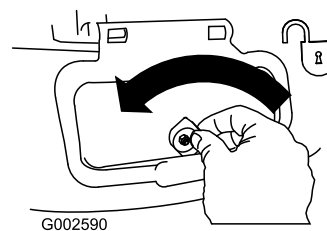

Figura 29
1. Desbloquee la tapa de descarga lateral (Figura 29).